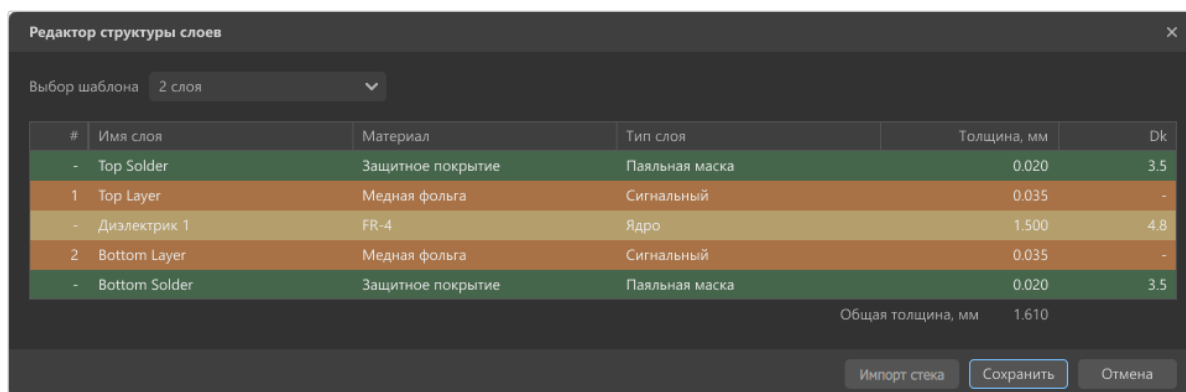

Рисунок 165. Окно «Редактор структуры слоев»
- 2) В открывшемся окне «Редактор структуры слоев» произвести необходимые настройки (см. рисунок 165):